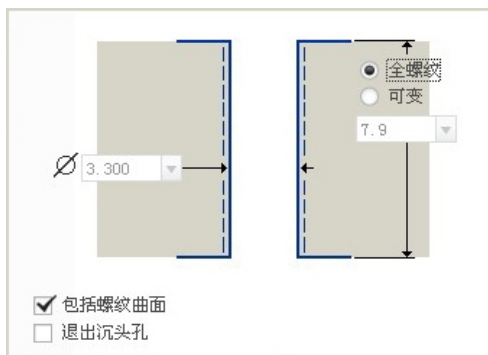
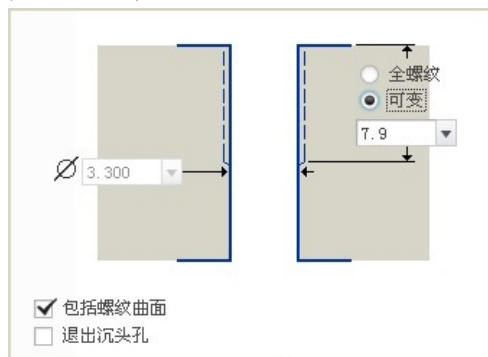

图 5.14.12 全螺纹螺孔
图 5.14.13 深度可变螺孔
Step4. 选择螺孔结构类型和尺寸。在操控板中按下 按钮，再单击 **形状**，在图 5.14.12 所示的“形状”界面中选中 ☒ 全螺纹 单选选项。
(1) 一般螺孔形式。在操控板中单击 ，再单击 **形状**，系统弹出图 5.14.12 所示的界面，如果选中 ☒ 可变 单选按钮，则螺孔形式如图 5.14.13 所示。